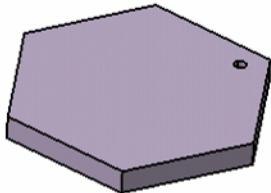
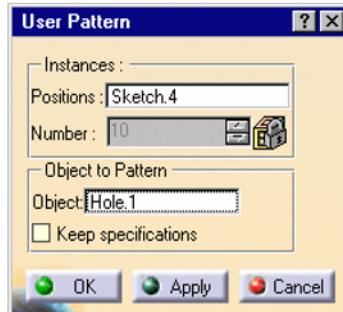

Fig.45. Entitatea selectata
Fig.46. Dialogul **User Pattern**
- Se selecteaza entitatea de duplicat (de exemplu, o gaura, fig.45), pe ecran este afisat dialogul **User Pattern** (fig.46) în care gaura selectata este trecuta automat în câmpul **Object**. Obiectele sunt create cu limitele **Up to Next** (**Up to Last**, **Up to Plane** sau **Up to Surface**) definite pentru entitatea originara.